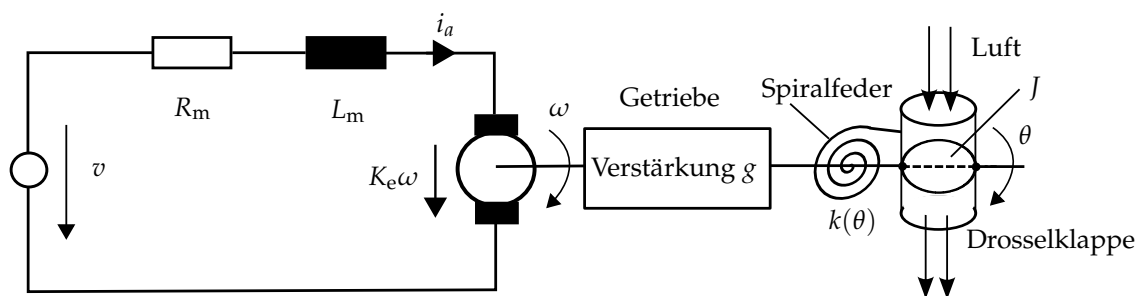

Abbildung 1: Prinzipskizze Drosselklappe mit Ansteuerung
Die elektrisch angesteuerte Drosselklappe ist wie folgt aufgebaut (siehe auch Abb. 1): Ein permanenterregter Gleichstrommotor, der über seine Welle und ein Zahnradgetriebe mit der Drosselklappe verbunden ist, wird mit der Eingangsspannung v angesteuert. Aus Sicherheitsgründen ist eine sogenannte mechanische Rückfallebene eingebaut, durch die sich die Drosselklappe bei einem Ausfall der Elektrik schließt. Dies wird durch eine Spiralfeder sichergestellt, die einerseits an der Welle und andererseits am Drosselklappengehäuse befestigt ist.
- a) Modellieren Sie das in Abb. 1 gegebene System für elektrischen und mechanischen Teil als Differentialgleichung. Die folgenden Größen sind gegeben: